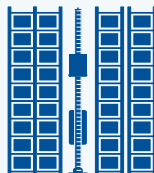

Imagen 10.3
- Cuando se desea una solución intermedia entre las dos anteriores, se instala un almacén servido por dos o tres transelevadores (imagen 10.3). En este caso, las calles son menos profundas, por lo que se reduce la capacidad del almacén, pero se **duplica o triplica el potencial de movimientos**.